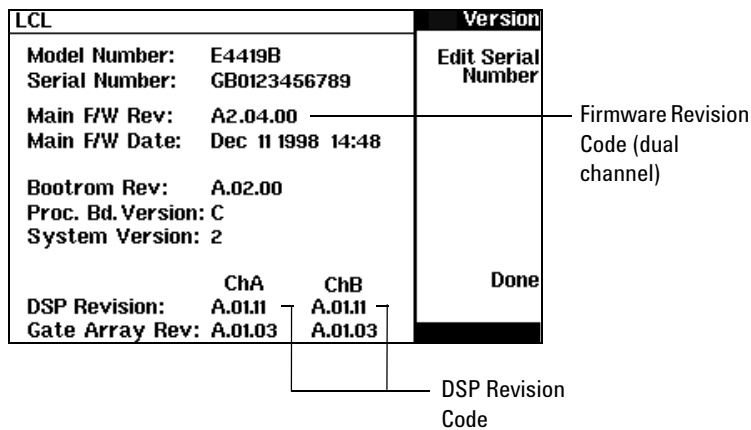

Figure 1-3 Power Meter Firmware Version Screen
- Figure 1-3 Power Meter Firmware Version Screen 6